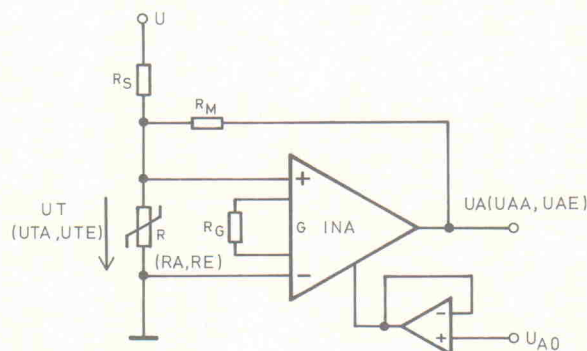
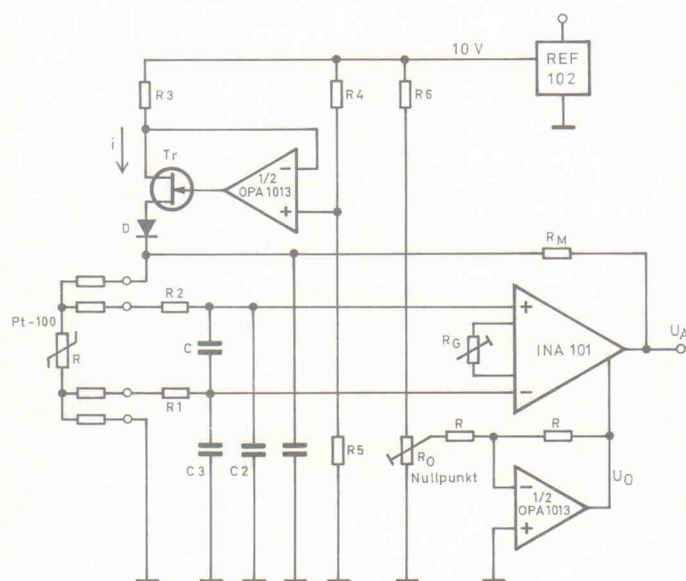

Bild 5. Prinzipschaltung mit Instrumentenverstärker, zur Erläuterung des Berechnungsweges.
Bild 8. Vierleiter-Schaltung für hohe Präzision.
4. Jetzt werden die Widerstandswerte (RA und RE) des Pt-100 bei Anfangs- und Endtemperatur errechnet. Daraus läßt sich in Verbindung mit dem vorgegebenen Ausgangsbereich – in den Beispielen $0\text{ V}...5\text{ V}$ – die Verstärkung ermitteln. In Bild 5 sind alle hier relevanten Größen eingetragen:
Das ist die Spannung, die beim INA 101 beispielsweise niederohmig in dessen letzten OPA eingespeist werden kann (Prinzip siehe Bild 5, Ausführung in Bild 8), damit bei der Anfangstemperatur TA die gewünschte Spannung UAA am Ausgang erscheint.
Die Schaltung läßt sich auch sehr leicht auf Stromspeisung ändern. Beispiel: $Pt-100$ -Strom = 1 mA, $R_M = 56,8 \text{ k}\Omega$, Gain = 23.566. Als Stromquelle kann der entsprechende Schaltungsteil aus Bild 8 dienen. Die Genauigkeit der Linearisierung bleibt hierbei erhalten, aber der Einfluß der Zuleitungswiderstände wird minimiert.
Nach Bild 8 wird die Stromquelle aus der Referenzspannung abgeleitet. An R4 des Spannungsteilers R4/R5 fällt eine Spannung ab, die der OPA als Sollwert für den Spannungsabfall an R3 ausregelt. Damit fließt durch R3 der Konstantstrom